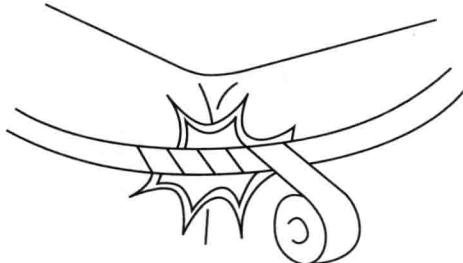

图 1-15 用胶带缠住线束
- (3) 如图 1-15 所示，如果线束的任何部分被部件的边缘或端部干涉时，应用胶带缠住，以防止被损伤。